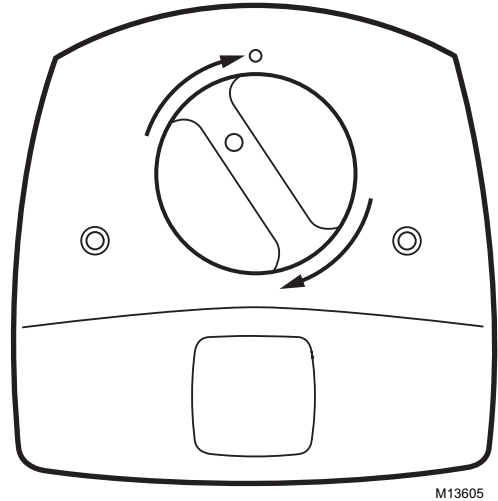

Fig. 17. Faire tourner la poignée jusqu'à ce que l'ampoule soit bien insérée en place.
8. Faire tourner la poignée de la lampe dans le sens horaire jusqu'à ce qu'elle soit en prise et que le voyant soit vis-à-vis le bouton en relief situé sur le couvercle. Voir la Fig. 17.
9. Faire tourner la poignée de la lampe dans le sens horaire jusqu'à ce qu'elle soit en prise et que le voyant soit vis-à-vis le bouton en relief situé sur le couvercle. Voir la Fig. 17.